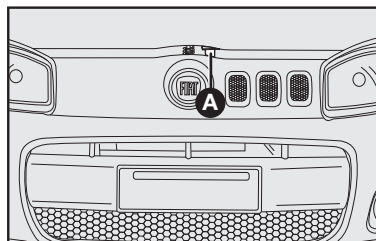

fig. 90
- 2) mover a trava localizada sob o capô para cima **A**-fig. 90;